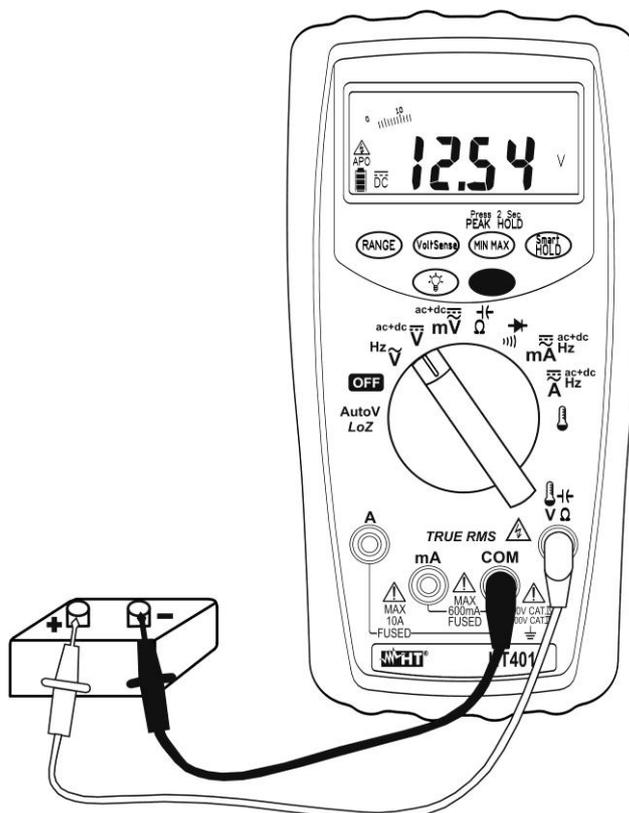

Fig. 2: Uso do instrumento para medir Tensões CC
5. Colocar a ponteira vermelha e a ponteira preta respetivamente nos pontos com potencial positivo e negativo do circuito em exame (ver a Fig. 2). O valor da tensão é mostrado no display
7. A visualização do símbolo "-" no display do instrumento indica que a tensão tem sentido oposto em relação à ligação da Fig. 2